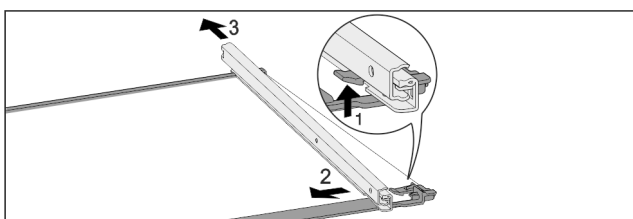

Fig. 139 Стъклена плоча с релси
- ▶ Натиснете нагоре предните фиксиращи палци. Fig. 139 (1)
- ▶ Плъзнете изтеглящата релса настрани Fig. 139 (2) и назад Fig. 139 (3).